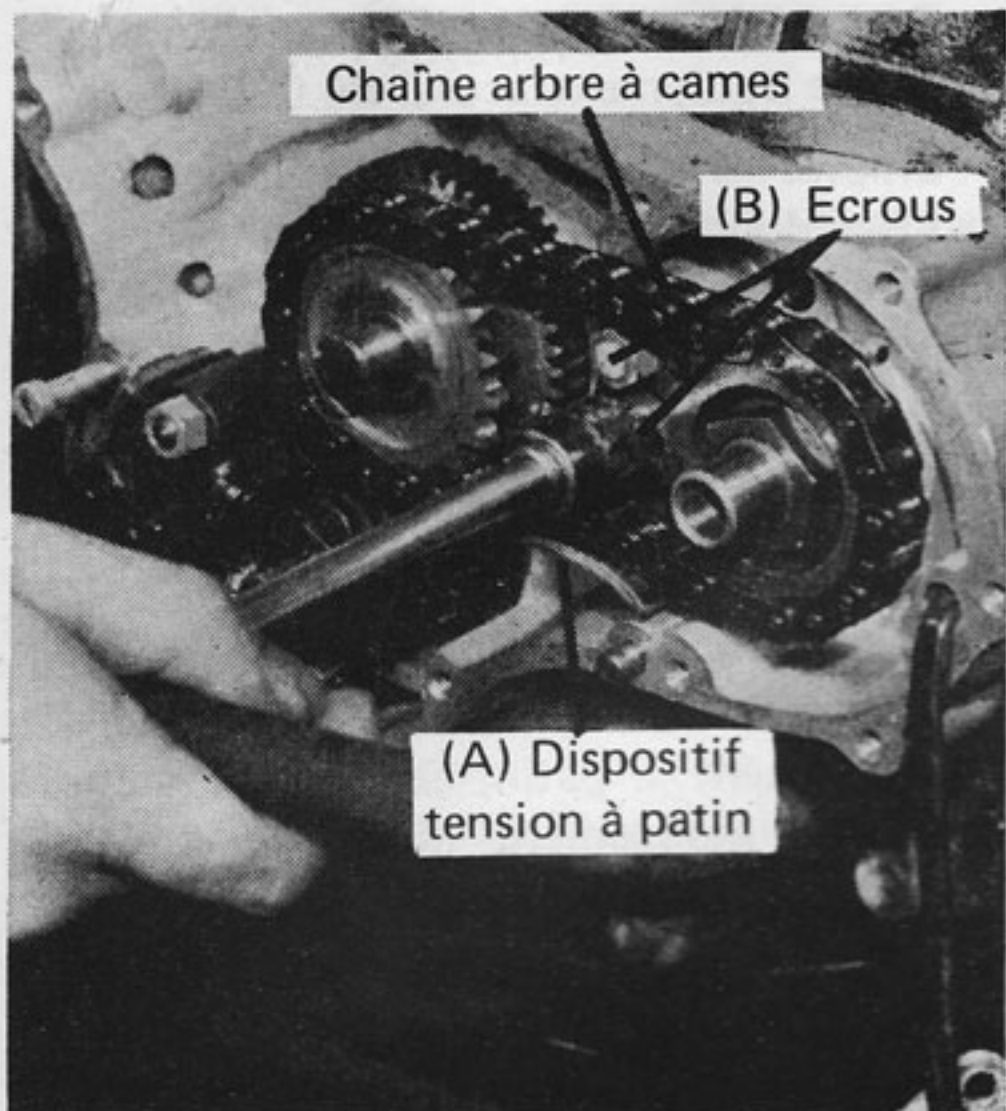

FIGURE 15
La chaîne de l'arbre à cames (Figure 15) est munie d'un dispositif tendeur à patin (A). Pour régler la chaîne, desserrer les deux écrous (B) qui fixent le patin, et déplacer comme voulu. Le mouvement libre admissible de haut en bas et bas en haut au milieu de cette chaîne est de 4,76 mm.